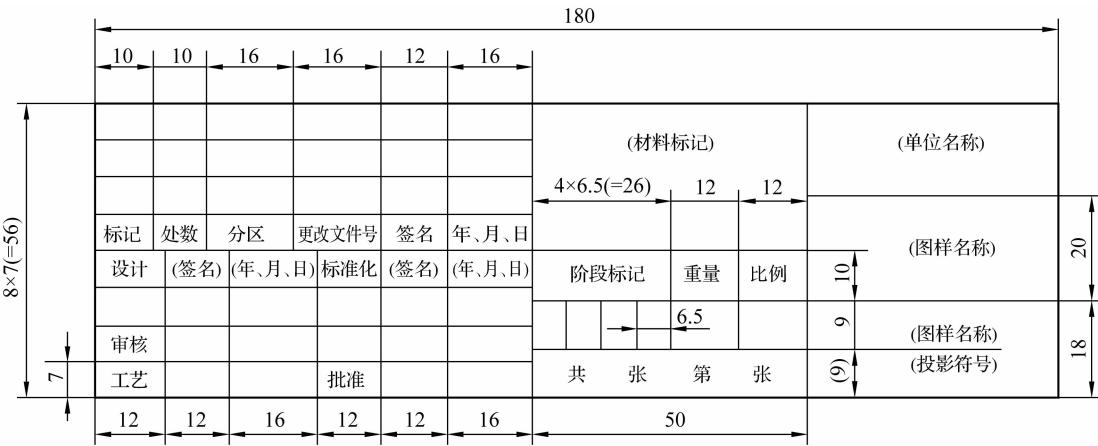

图 1-1-2 标题栏
- (1) 每张图样中均应有标题栏。
- (2) 标题栏一般配置在图框右下角,文字方向为看图方向。
- (3) 标题栏一般由更改区、签字区、其他区、名称及代号区组成,如图 1-1-2 所示。